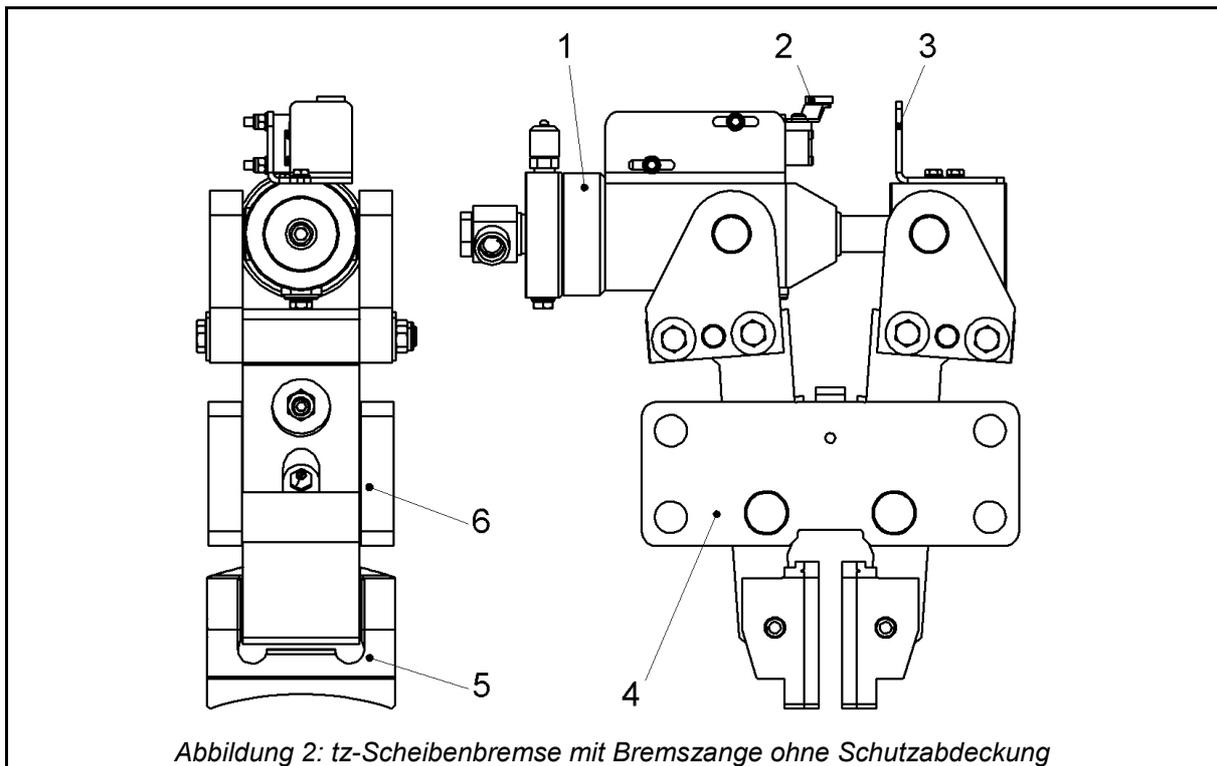

Abbildung 2: tz-Scheibenbremse mit Bremszange ohne Schutzabdeckung
Die tz-Scheibenbremse mit Bremszange (gem. Abb. 2) besteht im Wesentlichen aus:
- Zylinder (Pos. 1, Abb. 2)
- Positionsschalter (Pos. 2, Abb. 2)
- Schaltfahne (Pos. 3, Abb. 2)
- Bremszange (Pos. 4, Abb. 2)
- Bremsbackensatz (Pos. 5, Abb. 2)
- Halteplatte (Pos. 6, Abb. 2)
Der Positionsschalter (Pos. 2, Abb. 2) und die Schaltfahne (Pos. 3, Abb. 2) dienen zur Funktionsüberwachung der tz-Scheibenbremse.
Die tz-Scheibenbremse ist mit der Bremszange (Pos. 4, Abb. 2) gelenkig verbunden. Die Bremsbacken (Pos. 5, Abb. 2) sind durch Spannstifte an den Bremszangenarmen befestigt. Die Halteplatte (Pos. 6, Abb. 2) wird mit der nicht dargestellten Bremshaube bzw. mit einem Haltebock verschraubt (siehe Abb. 4 und Abb. 5).
(siehe Abb. 2)
Bei Druckbeaufschlagung des Brems- (Arbeits-) kolbens über den Schlauchanschluss drücken die Bremsbacken (Pos. 5, Abb. 2) der Bremszange beidseitig mit gleicher Kraft gegen die Bremsscheibe, solange der Druck ansteht. Die Zangenkraft ist abhängig von der Höhe des eingeleiteten hydraulischen Druckes (siehe Anlage „Bremsdiagramm“).
Mit dem Ablassen des Druckmittels vermindert sich die Bremskraft und bei vollständiger Entleerung heben die Beläge der Bremsbacken (Pos. 5, Abb. 2) mithilfe der Rückstellfeder im Arbeitszylinder von der Bremsscheibe ab. Der Lüfthub wird durch die Justierschrauben begrenzt.
Unbalancen der Bremszange werden durch das Verspannen mit den Justierschrauben aufgehoben und so ein Schleifen der Bremsbacken (Pos. 5, Abb. 2) an der Bremsscheibe vermieden.